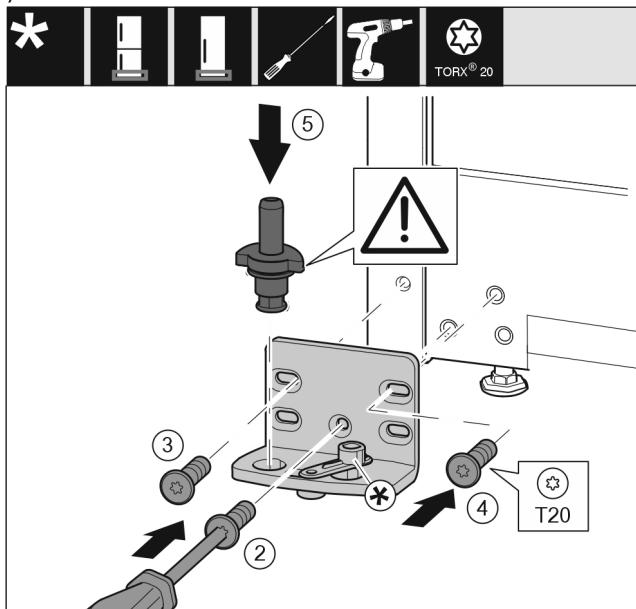

Fig. 17
- ▶ Coloque el soporte del cojinete en el otro lado y atornílelo con un destornillador. Comience con el tornillo *Fig. 17 (2)* en la parte inferior central.
- ▶ Atornille el tornillo *Fig. 17 (3)* y el tornillo *Fig. 17 (4)*.
- ▶ Inserte completamente los pernos del cojinete *Fig. 17 (5)*. Asegúrese de que la leva de bloqueo apunte hacia atrás.